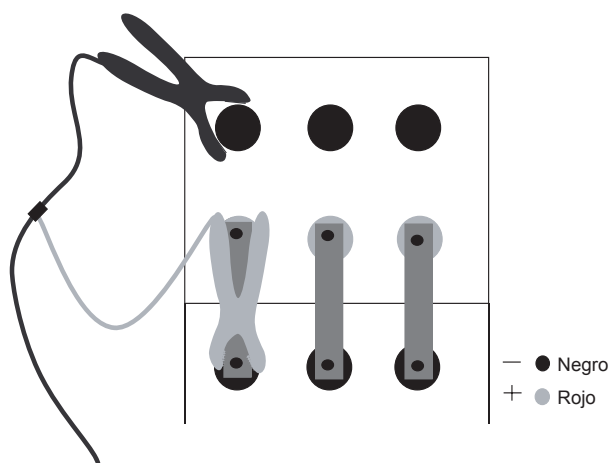

Figura 6. Conexión del cable a una banda.
2. Conecte la pinza roja o el electrodo al final de la banda situada sobre el terminal negro (–) del vaso siguiente. Consulte la *figura 6*.